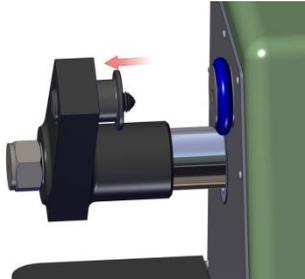
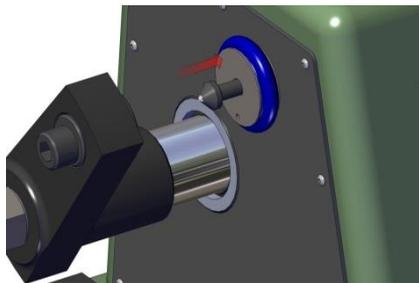
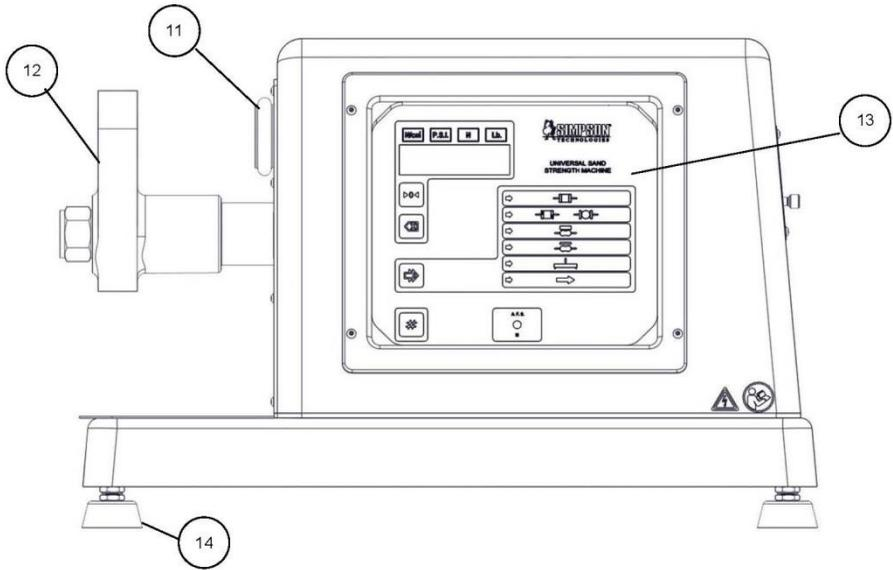

Abb. 6.2.1
Abb. 6.2.2
Abb. 7.3: Vorderansicht
3. Nach ca. fünf Sekunden erscheint auf dem Display der Begrüßungstext "HELLO" (Abb. 7.3 & 7.4, Pos. 13B). Drücken Sie eine beliebige Taste viermal hintereinander während der Begrüßungs-text angezeigt wird, um in den Kalibriermodus zu wechseln.
4. Nachdem der begrüßungstext (HELLO) erloschen und der Kalibriermodus angewählt ist, werden auf dem Display nacheinander drei Meldungen ausgegeben. "SET-UP", "CALib" und "rESET." Wählen Sie nun den gewünschten Modus durch Betätigen der "Start" -Taste (Abb. 7.3 & 7.4, Pos. 13F) aus, wenn dieser auf dem Display erscheint.
5. Kalibriermodus wie unter Schritt 2 bis 5 dargestellt anwählen und anschließend die "Start"- Taste drücken (Abb. 7.3 & 7.4, Pos. 13F) sobald "CALib" auf dem Display erscheint (Abb. 7.3 & 7.4, Pos.).
6. Auf dem Display erscheint abermals der Begrüßungstext "HELLO" und die Kraftanzeigelampe "N/cm²" (Abb. 7.3 & 7.4, Pos. 13A) fängt an zu blinken. Sobald diese Lampe blinkt, die "Start"-Taste drücken. Es erscheint ein weiteres Mal der Begrüßungstext "HELLO", der jedoch unmittelbar durch die "0" abgelöst wird, wodurch signalisiert wird, dass die Maschine "genullt" ist. Die Kraftanzeigelampe "N" (Newton) (Abb. 7.3 & 7.4, Pos. 13A) beginnt zu blinken.
8. Die, mit der mechanischen Lastzelle (modell 42125) mitgelieferten und einstellbaren Aufnahmekugeln (fest und beweglich) an das Gerät montieren. Auf der beweglichen Seite wird die Aufnahme (Abb. 7.3, Pos. 12) vorsichtig in die Öffnung geschoben (siehe Abb. 6.2.1). Achten Sie darauf, dass die Kalibrieraufnahmen und verjüngten Aufnahmen sauber und frei von Sand sind. Die feststehende Aufnahmekugel vorsichtig in die mittlere Öffnung an der Klemmhalterung einführen (Abb. 7.3, Pos. 11). (siehe Abb. 6.2.2 und 6.2.3).
11. Lastzelle zwischen feststehender Klemmbacke (Abb. 7.3, Pos. 11) und beweglicher Klemmbacke (Abb. 7.3, Pos. 12) einsetzen. (Siehe Abb. 6.2.4).
- Sobald die korrekte Abweichung von 0,01 mm an der mechanischen Lastzelle eingestellt ist, den auf dem digitalen Display (Abb. 7.3 & 7.4, Pos. 13B) angezeigte Wert für die Last (in Newton) überprüfen. Wenn der angezeigte Wert nicht korrekt ist, die Anzeige wie in Schritt 15 beschrieben korrigieren, andernfalls in der Kalibrierung mit Schritt 16 fortfahren.
- » Schnelles erhöhen - "Zero"-Taste drücken (Abb. 7.3 & 7.4, Pos. 13C)
- » Schnelles vermindern - "Test Selection"-Taste drücken (Abb. 7.3 & 7.4, Pos. 13E)
- » Langsames erhöhen - "Clear Display" Taste drücken (Abb. 7.3 & 7.4, Pos. 13D)
3. Nach ca. fünf Sekunden erscheint auf dem Display der Begrüßungstext "HELLO" (Abb. 7.3 & 7.4, Pos. 13B). Drücken Sie eine beliebige Taste viermal hintereinander während der Begrüßungstext angezeigt wird, um in den Kalibriermodus zu wechseln.
4. Nachdem der begrüßungstext (HELLO) erloschen und der Kalibriermodus angewählt ist, werden auf dem Display nacheinander drei Meldungen ausgegeben. "SET-UP", "CALIB" und "rESET." Wählen Sie nun den gewünschten Modus durch Betätigen der "Start" -Taste (Abb. 7.3 & 7.4, Pos. 13F) aus, wenn dieser auf dem Display erscheint.
5. Über die Option "SET-UP" wird der Inhalt des Gerätereisters gesetzt. Um die "SET-UP"-Option anzuwählen, die "Start" - Taste drücken (Abb. 7.3 & 7.4, Pos. 13F) während auf dem digitalen Display die meldung "SET-UP" angezeigt wird. Anschließend erscheint auf dem Display der Begrüßungstext "HELLO" gefolgt von einer Reihe an Zahlen. Von links nach rechts gelesen: Die erste Zahl steht für das Register, die letzte Zahl informiert über dessen Inhalt. Die Inhaltswerte sollten mit den Werten in der nachstehenden Tabelle übereinstimmen.